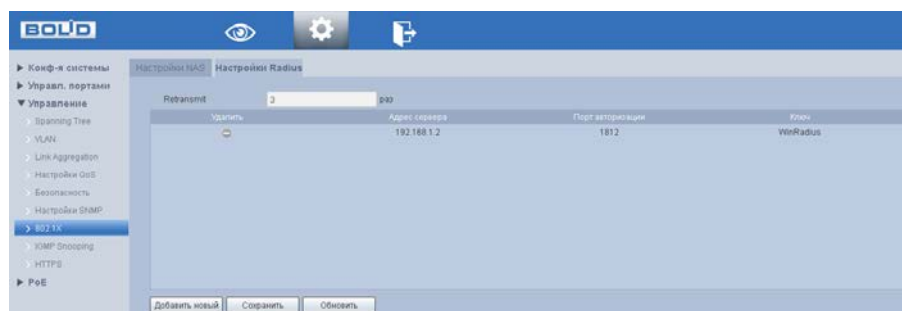

Рисунок 6.34 – Настройки Radius
- 2 Настройте адрес сервера аутентификации, как показано на рисунке (см. Рисунок 6.34).